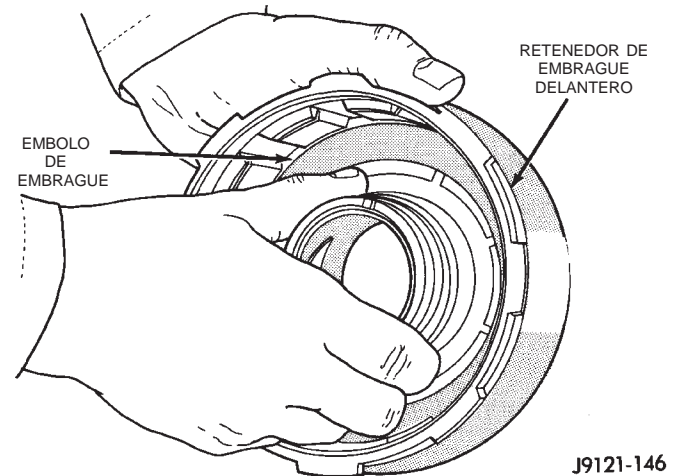

Fig. 133 Instalación del muelle del émbolo del embrague
(1) Humedezca los discos de embrague con líquido para transmisiones mientras ensambla las otras piezas del embrague.
(2) Instale nuevas juntas en el émbolo y en la maza del retenedor. Asegúrese de que el reborde de cada junta mire hacia el interior del retenedor del embrague.
(3) Lubrique los rebordes del émbolo y de las juntas del retenedor con una cantidad generosa de lubricante Door Ease de Mopar® o Ru-Glyde. Luego lubrique la maza del retenedor, el hueco y el émbolo con una capa ligera de líquido para transmisiones.
(4) Instale el émbolo del embrague en el retenedor (Fig. 133). Utilice un movimiento de torsión para asentar el émbolo en la parte inferior del retenedor. Si fuera necesario, se puede utilizar una tira delgada de plástico (de unos 0,5 mm de espesor (0,02 pulg.)) para guiar las juntas en su lugar.